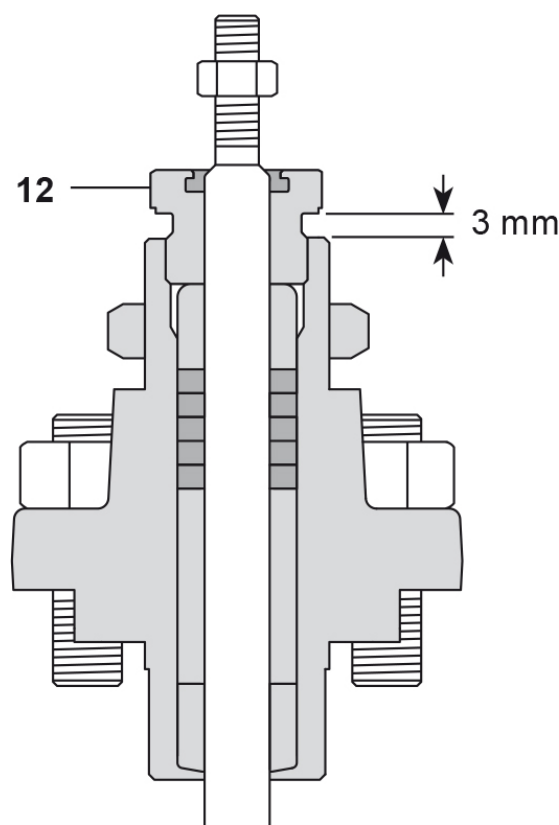

Fig. 23
- Serrer l'écrou de presse-étoupe (12) jusqu'à :
- ii) La garniture en graphite : Un espace de 3 mm entre la face inférieure de la bride de presse-étoupe et le chapeau soit réalisé Voir Fig. 23.
- Replacer l'écrou de blocage (34).